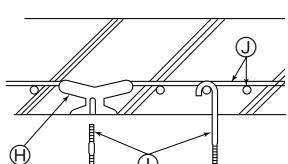

Fig. 2-5
② Voor gewapend beton constructies (Fig. 2-5)